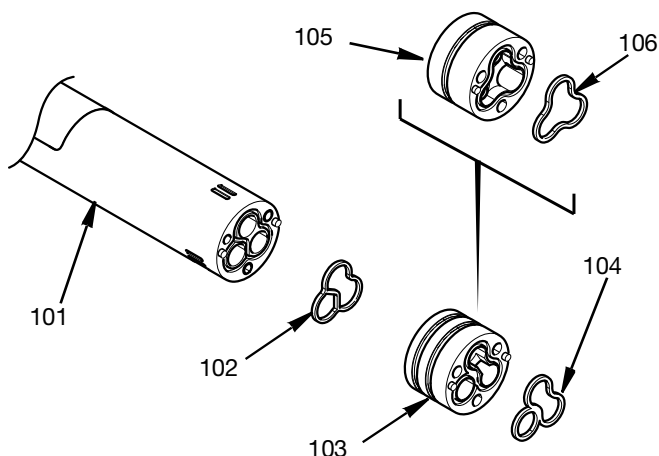

FIG. 28
8. Włożyć nową uszczelkę złączki (102) w szczelinę na powierzchni czołowej korpusu głównego (101). Wsunąć odpowiednią złączkę (103/105) do korpusu głównego, ustawiając otwory sworzni złączki dokładnie naprzeciwko kołków ustalających. Umieścić nową uszczelkę (104) w dwóch złączkach materiału (103) lub uszczelkę (106) w jednej złączce materiału (105). Patrz FIG. 28.